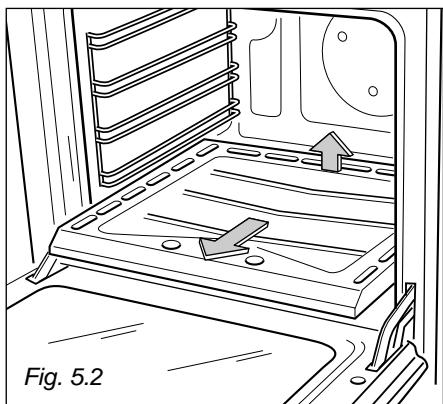

Fig. 5.2
- Alivie e retire o painel inferior dentro do forno (fig. 5.2).